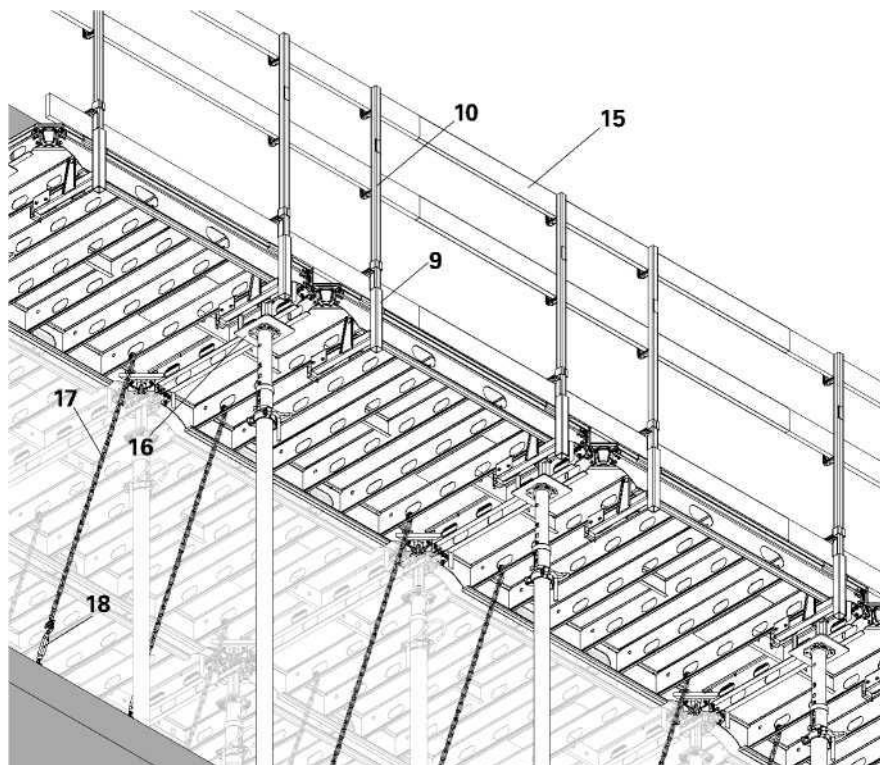

Fig. A10.10
5. Inserir a Guarda-corpo HSGP-2 (10) no suporte de guarda corpo (9) por cima, só depois de estar bem preso com correntes de fixação. (Fig. A10.10)
6. Inserir as madeiras de protecção (15) e fixar com pregos. (Fig. A10.10)
3. Apertar o esticador (18) até que a corrente da âncora esteja esticada, usar cavilhas e grupilhas (20). (Fig. A10.10)